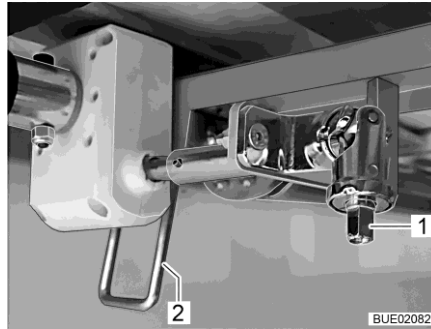

Fig. 142 Ajuste de la altura
- Encajar la manivela en la espiga (Fig. 142,1).
- Girar la palanca (Fig. 142,2) hacia abajo, a la posición vertical.
- Girar la palanca (Fig. 142,2) hacia arriba, a la posición horizontal.